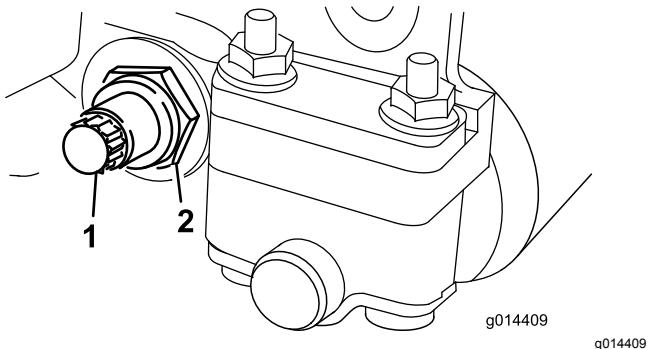

Figura 25
3. Su ciascun lato della macchina, allentate il dado di bloccaggio che fissa il bullone della barra di appoggio (Figura 25).
| 4. Togliete ogni bullone della barra di appoggio così che possiate tirare quest'ultima verso il basso e rimuoverla dal bullone della macchina (Figura 25). | |